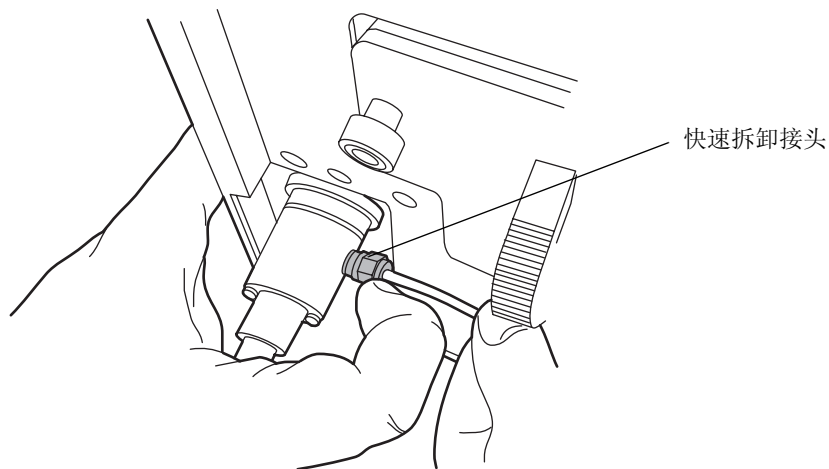

图 4-5 取下进气管
5. 推进喷雾器右侧的快速拆卸管接头，然后拔出进气管子（图 4-5）。